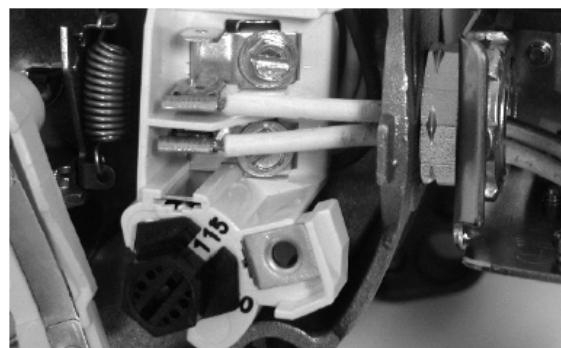

Figure 9 : Tension réglée à 115 V, type de cadran
- Tournez le cadran dans le sens inverse des aiguilles d'une montre jusqu'à ce que le chiffre 115 soit affiché dans la fenêtre du cadran, comme illustré à la figure 9.